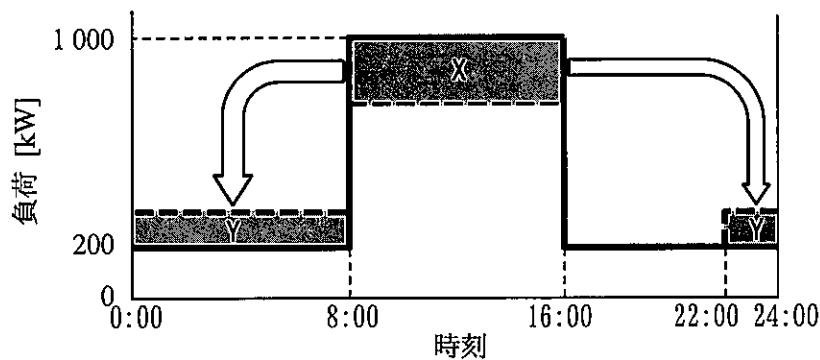

図1 工場の日負荷曲線
(3) ある工場の、電力の日負荷曲線が図1の実線で示されている。